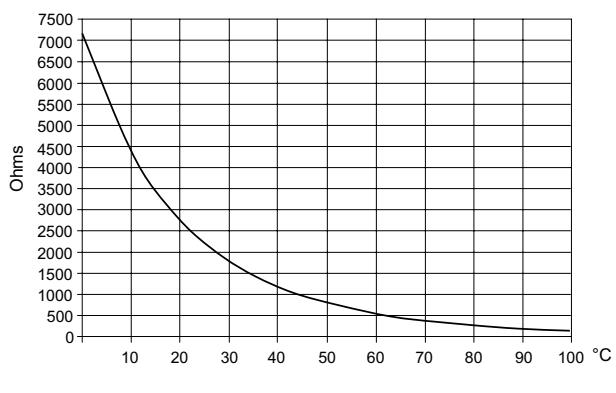

Figure 1 - Valeur ohmique des sondes
- Valeur ohmique de la sonde (fig. 1) :